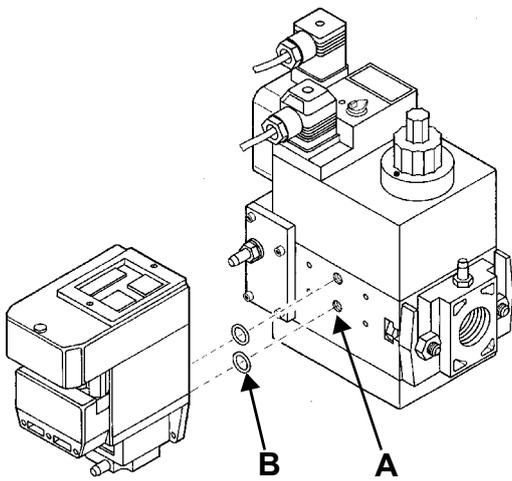

Fig. 35
- 3 togliere le viti di chiusura del gruppo Multibloc (Fig. 35-A);
- 4 inserire gli anellini di tenuta (10,5 x 2,25) nel VPS 504 (Fig. 36-B, Fig. 35-B);
- 5 avvitare le 4 viti del controllo di tenuta (M4 x 16) Fig. 35-C.